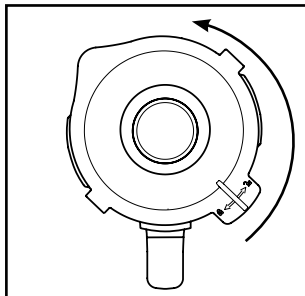

Fig. 1
- 1) Retire el vaso ❸ del bloque motor ❹ en posición recta hacia arriba.
- 2) Retire la tapa ❷; para ello, gírela en sentido antihorario hacia la posición  (consulte la fig. 1) hasta que pueda extraerse hacia arriba.
- 3) Llene el vaso ❸ como mínimo hasta la rayita inferior de la escala ❹ y, como máximo, hasta la marca MAX. Para obtener un resultado óptimo, recomendamos las siguientes cantidades máximas de llenado: